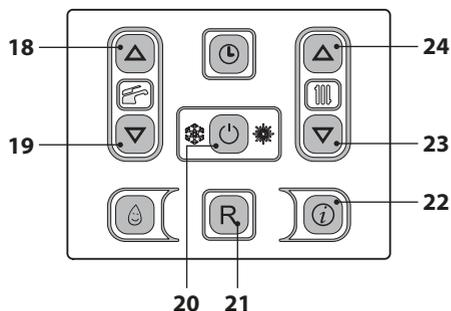
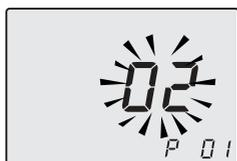

Figura 5.43
Figura 5.44
- Entre en la "modalidad de programación" pulsando simultáneamente durante 10 segundos los botones 20 - 23 - 24 (Figura 5.43) hasta que aparezcan en el display LCD las letras **P01** y el valor del parámetro, indicando que se ha entrado en el "parámetro 01" (Figura 5.44).
- Pulsando el botón 20 (Figura 5.43) se confirma el valor introducido.